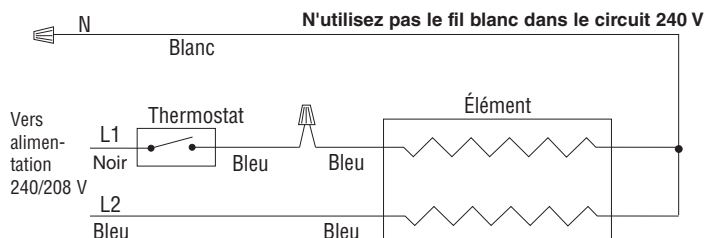
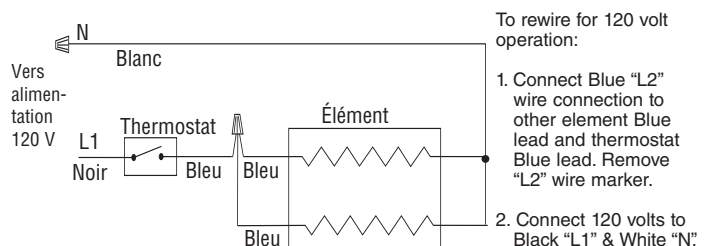

Figure 3: Câblage d'usine pour alimentation en 240/208 V
Figure 4: Nouveau câblage sur site pour du 120 V
- Pour faire fonctionner le radiateur de 208 à 240 volts, connectez les fils d'arrivée du secteur aux fils d'alimentation du radiateur, en suivant le schéma de câblage montré en Figure 3. N'utilisez pas le fil blanc marqué "N" pour ce câblage de secteur 208 à 240 volts.
- Pour faire fonctionner le radiateur avec un secteur en 120 volts, il faut changer son câblage comme c'est montré en Figure 3, en reliant le fil bleu L2 sur la connexion du fil bleu de l'autre élément et le fil bleu d'alimentation du thermostat. Enlevez le marqueur de fil L2. Connectez l'arrivée du 120 volts sur le fil noir L1 et le fil blanc N. Voyez la Figure 4.